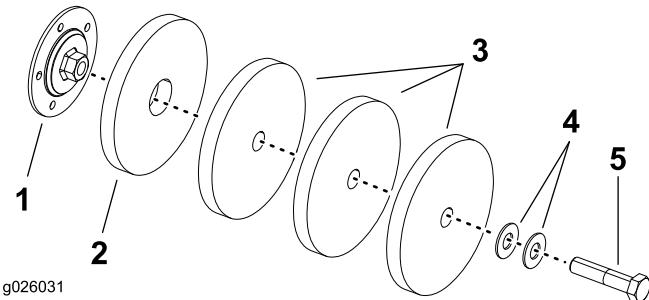

Figure 2
- Montez 1 masse intérieur et 3 masses sur chaque roue au moyen de 2 rondelles et de 1 boulon, comme montré à la Figure 2.